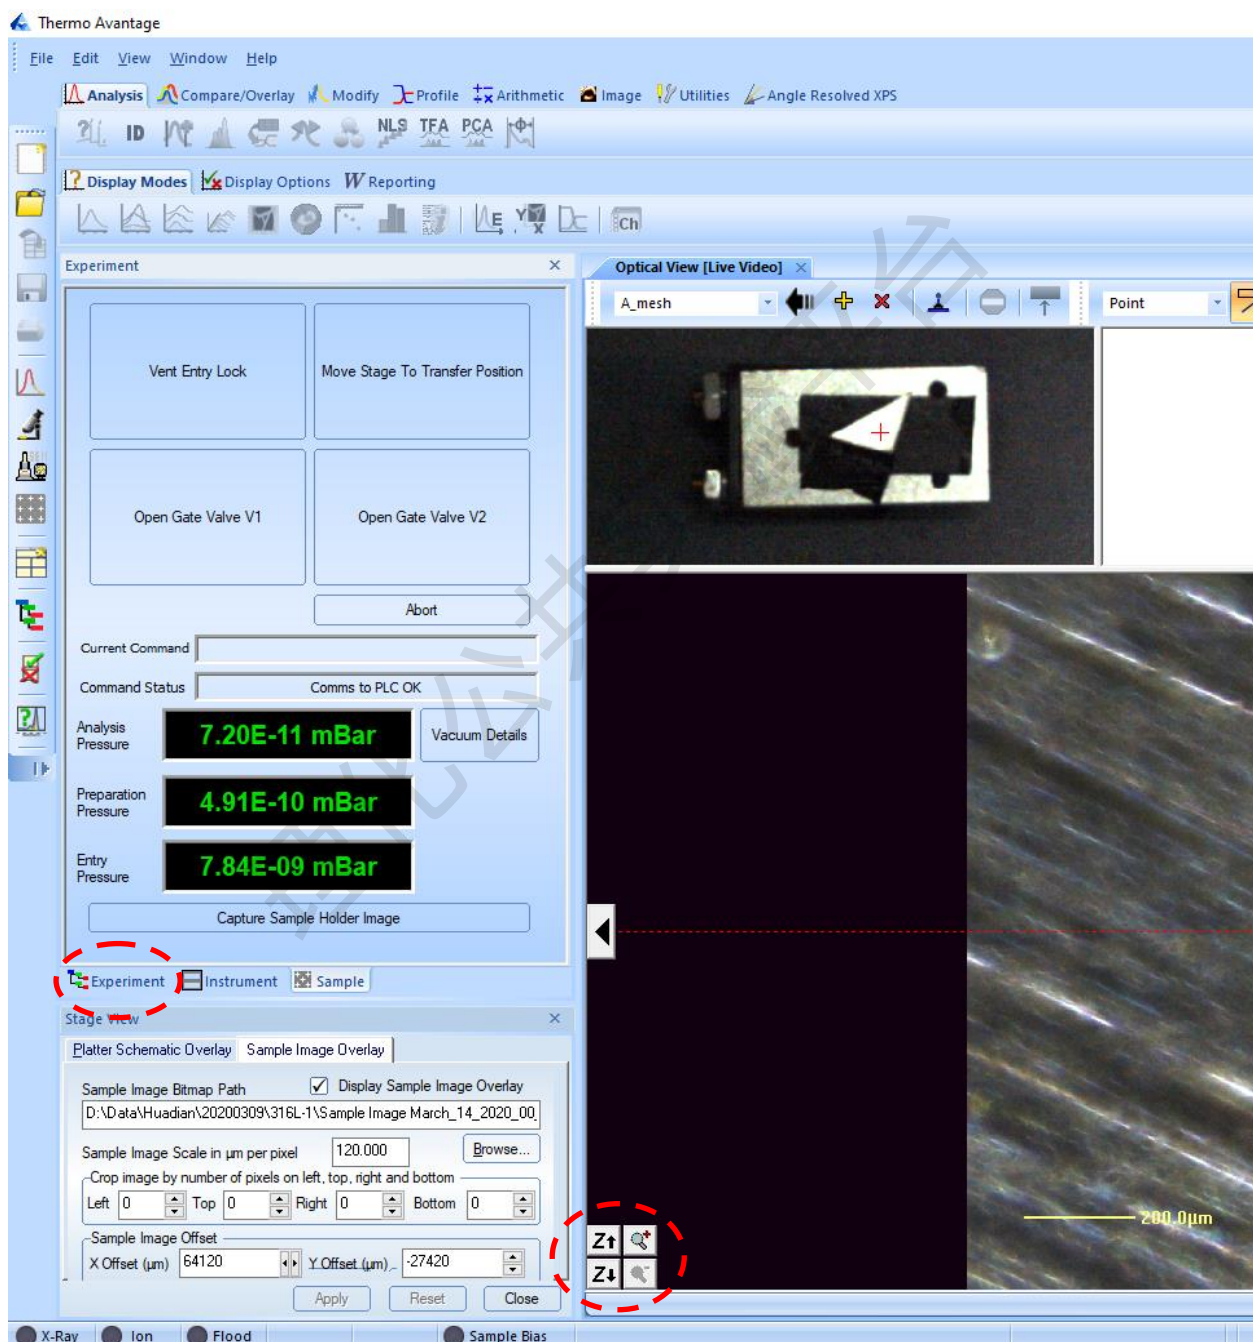

图 11 样品位置设定界面图
- (5) 参照 6.3.4 中的步骤 4、5, 对样品照片进行设定, 此时界面如图 11 所示;
- (6) 在样品照片中选择合适的点, 双击左键, 观察中心相应将自动移动到该位置;
- (7) 利用观察界面左下角的 Z 箭头, 调节合适的 Z 值使清晰区域落于十字中心;